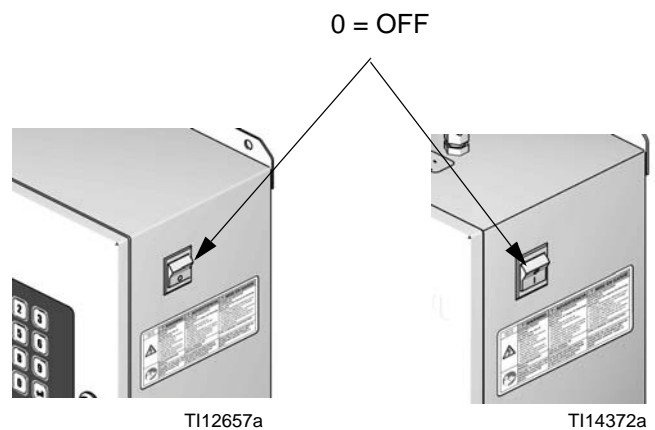

Fig. 10. Alimentazione OFF
3. Disattivare l'interruttore di alimentazione sull'EasyKey e sul modulo di alimentazione (posizione 0). FIG. 10.